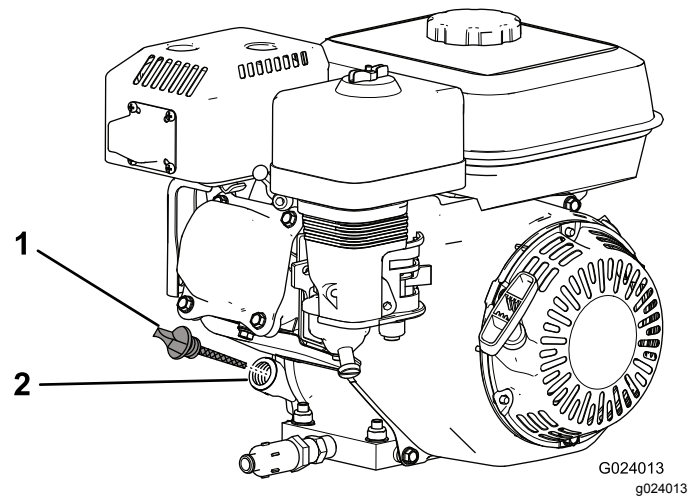

Figura 18
2. Spegnete il motore, lasciate che si raffreddi e pulite la zona attorno al tappo di rifornimento dell'olio/asta di livello (Figura 18).